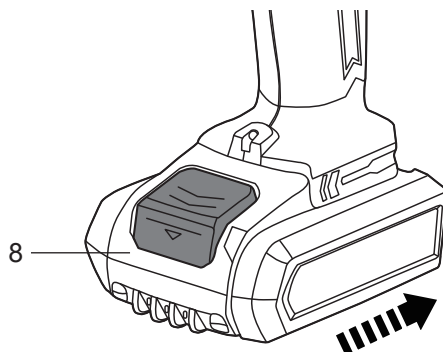

Fig. 5
- > Pour installer la batterie dans l'appareil, alignez le bloc batterie (8) dans les fentes de coulissement du port de fixation de la batterie et faites coulisser le bloc jusqu'à ce que vous entendiez un clic (fig. 5).